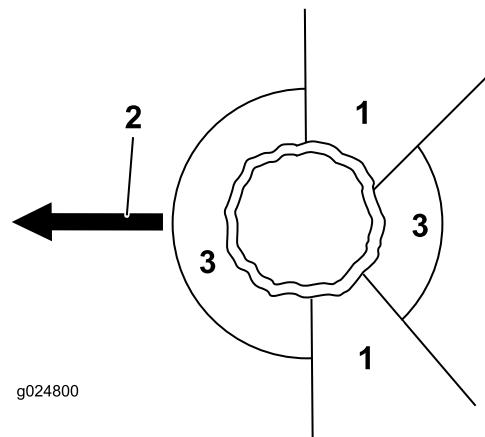

Figura 15
2. Determine una vía de escape despejada y segura para retirarse de la zona de peligro, consulte Figura 15.